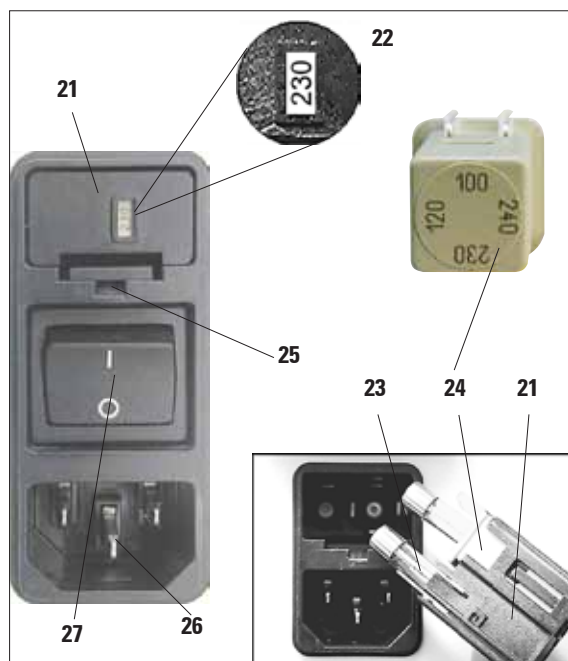

Fig. 12
Il selettore di tensione si trova al di sopra dell'interruttore di rete, a sinistra sul retro dello strumento (fig. 12). Il valore di tensione impostato viene visualizzato nella finestrella (22).
- Inserire un piccolo cacciavite nella tacca (25) e sollevare leggermente l'inserto.
- Prelevare il corpo del selettore di tensione (21) insieme con i fusibili (23). Estrarre il blocco di selezione della tensione (24) (bianco) e reinnestarlo, in modo che nella finestrella (22) compaia il valore corrispondente alla tensione di rete locale.